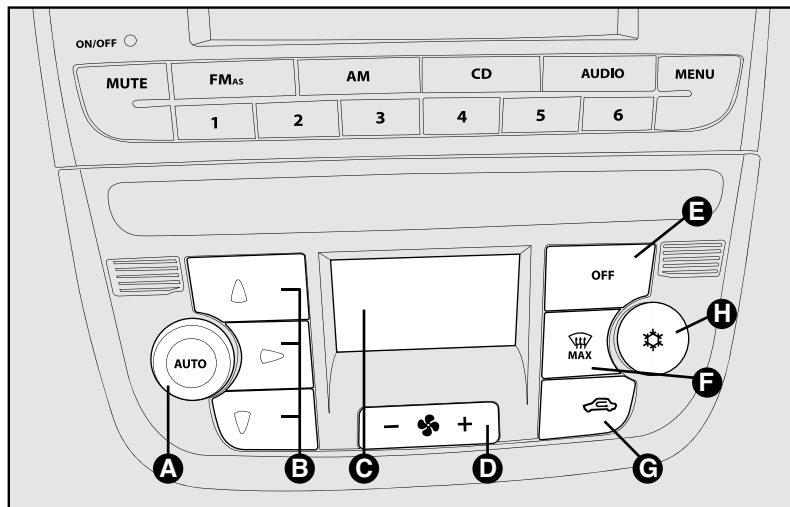

fig. 47
## COMANDOS FIG. 47
## **Seletor de regulação da temperatura do ar A-fig. 47**
### **Botões de seleção da distribuição dianteira do ar B-fig. 47**
### **Botão de controle da velocidade do ventilador D-fig. 47**
### **Botões AUTO (funcionamento automático) A-fig. 47**
## Botão de ativação/ desativação da recirculação de ar G-fig. 47
## Botão de ativação/ desativação do compressor condicionador H-fig. 47
**Botão para o desembaçamento/descongelamento rápido dos vidros F-fig. 47**
E-fig. 47**